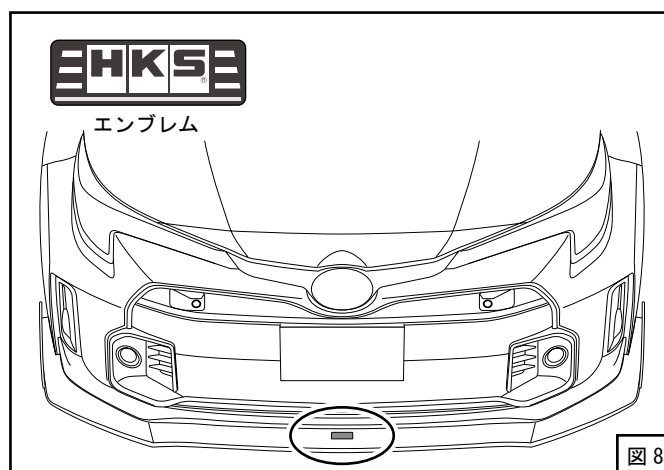

図 8
- (10) 両面テープの剥離紙を切れないようにゆっくりと剥がし、フロントスポイラーを押し当てながら両面テープを貼付けてください。
- (11) エンジンアンダーカバーを元のように取付けてください。その際、(3) で外したスクリューも固定してください。
- (12) 取付け状態を確認し、浮きやガタツキがないか確認してください。
- (13) 貼付け箇所を脱脂してお好みにエンブレムを貼付けてください。(図8)
推奨位置を図8にて示します。